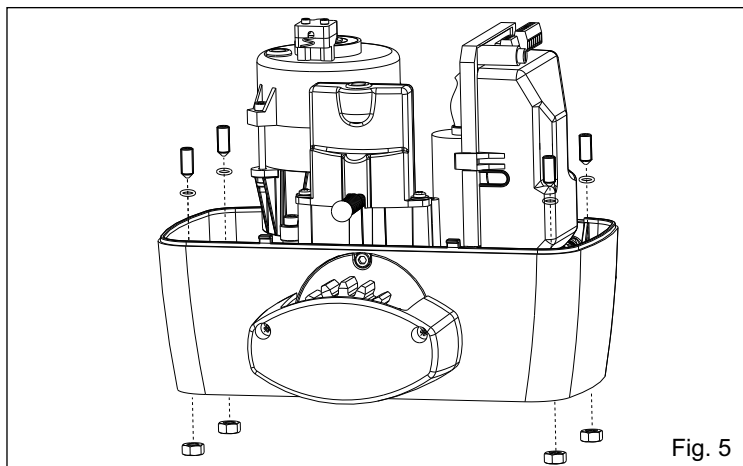

Fig. 5
4.1. Insertar los 4 pasadores en los respectivos dagujeros de modo de regular la altura del motoreductor a la placa (Fig. 5).